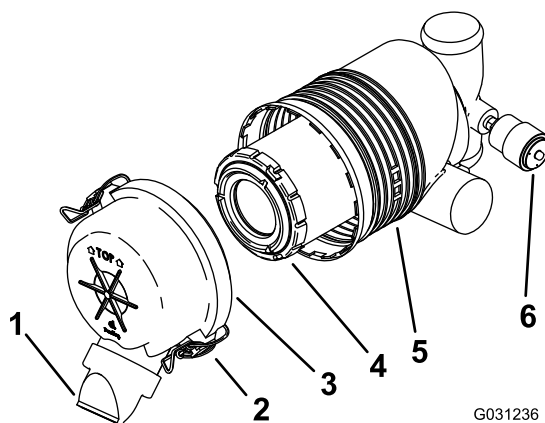

Figura 44
Importante: Revise el filtro del limpiador de aire únicamente cuando el indicador de mantenimiento se ve rojo (**Figura 44**). El cambiar el filtro antes de que sea necesario sólo aumenta la posibilidad de que entre suciedad en el motor al retirar el filtro.
4. Abra los cierres del limpiador de aire y tire de la tapa de la entrada de aire para separarla del cuerpo del limpiador de aire (**Figura 44**).
1. Extraiga con cuidado el filtro del cuerpo del limpiador de aire (Figura 44).
4. Instale el filtro con cuidado (Figura 44).
5. Instale la tapa del limpiador de aire con el lado marcado "TOP" hacia arriba, y fije los cierres (Figura 44).